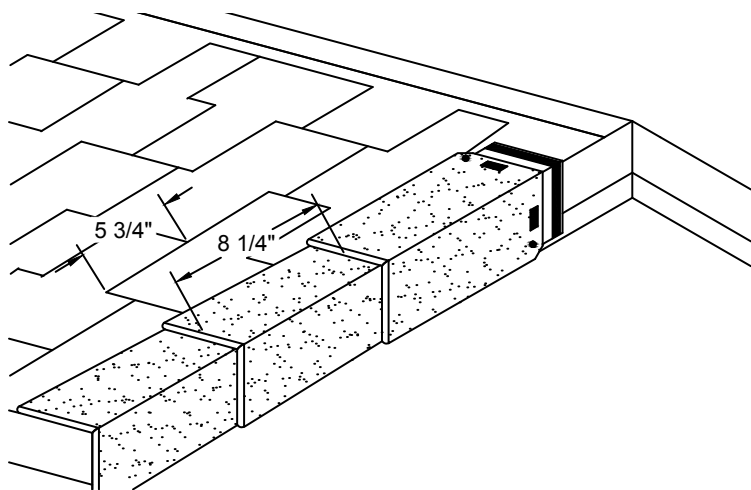

Figure 26 – Pose des bardeaux de la gamme EZ-Ridge aux extrémités des rives de toit
3. Remarque : La pose à l'aide de clous risque de nuire à l'esthétique des bardeaux EZ-Ridge™. (Voir la Figure 26)